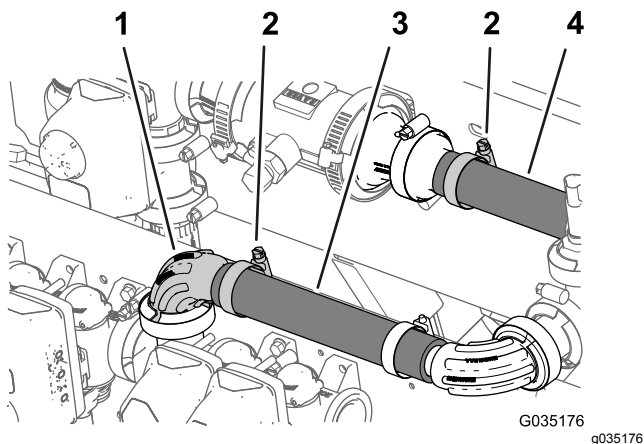

Bild 64
1. Befestigen Sie den Schlauch (1" x 8-1/2") über dem 90° Flanschanschlussstück (1"), wie in Bild 64 abgebildet.
2. Befestigen Sie den Schlauch mit einer Schlauchklemme am Flanschanschlussstück (Bild 64).
3. Ziehen Sie die Schlauchklemme an, mit der der Schlauch (1" x 7-1/4") am gezahnten Flanschanschlussstück befestigt ist, den Sie in Befestigen des Druckwandlers an der Maschine (Seite 30) montiert haben, siehe Bild 64.